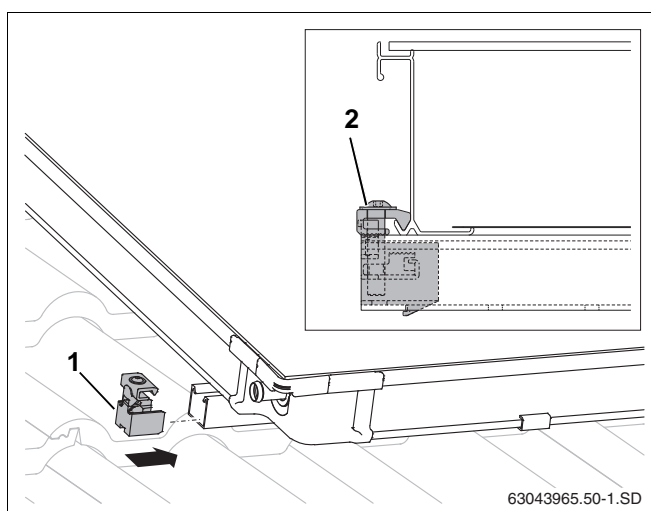

Fig. 49 Ensidet opspændingsanordning til venstre
- ▶ Skub de ensidede opspændingsanordninger (fig. 49, **pos. 1**) ind i de øverste og nederste profilskiner.
- ▶ Skub opspændingsanordningen ind til solfangerrammen, og skru fast med nøgle SW5 (fig. 49, **pos. 2**).